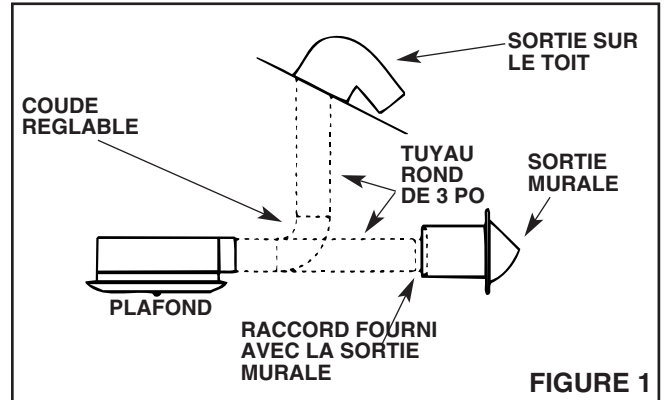
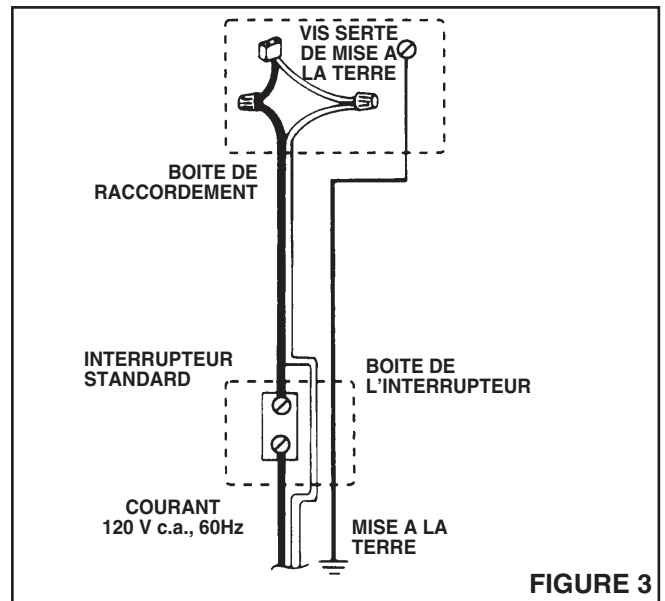

FIGURE 1
FIGURE 3
- Voir la Figure 3.** Installer du fil 120 V c.a., 60 Hz entre l'interrupteur mural et le boîtier du ventilateur. Retirer le couvercle de la boîte de raccordement du boîtier et raccorder les fils à l'aide de connecteurs – blanc avec et noir avec noir. Raccorder le fil de mise à la terre à la vis verte de la boîte de raccordement. Replacer le couvercle de la boîte.
2. Voir les Figures 1 et 2 pour l'installation du conduit et la Figure 3 pour la mise en place du fil électrique.